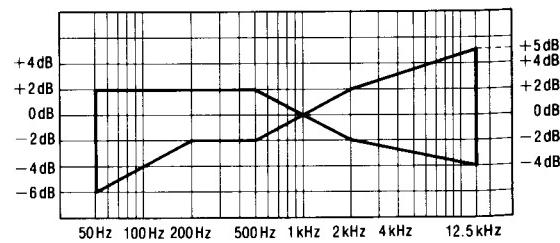

Abb. 5
- Anschließend das auf der CrO2-Leerband-Cassette (QZZCRX) und der Reineisenband-Leercassette (QZZCRZ) aufgezeichnete Signal auf 14kHz erhöhen und auf gleiche Weise justieren, wie vorgehend beschrieben. Dann überprüfen, ob der Frequenzpegel innerhalb des in Abb. 5 gezeigten Bereichs liegt.